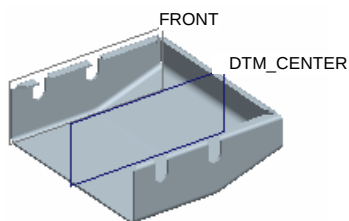

图 11.6.47 基准平面 DTM_CENTER
Step18. 创建图 11.6.47 所示的基准平面 1。单击“平面”按钮，选取 FRONT 基准平面为偏距参考面，在对话框中输入偏移距离值 40，然后单击按钮，完成创建（在模型树中将此步创建的基准平面重命名为 DTM_CENTER）。